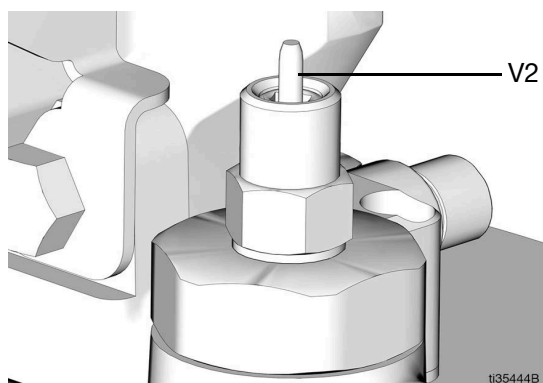

FIG. 16
- Compruebe si la ventilación del respiradero (J) funciona bien antes de llenar el tanque (K).
- No llene el tanque (K) más del puerto de rebose (H).
- No use el respiradero (J) como puerto para llenar el tanque.
5. Ponga en marcha la bomba de la estación de llenado remoto (AA).
6. Cuando el tanque (K) esté lleno:
- La bomba de la estación de llenado remoto (AA) se para en presión (sin flujo).
- La clavija de desconexión de llenado automático (V2) sube tal y como se muestra en la FIG. 16,